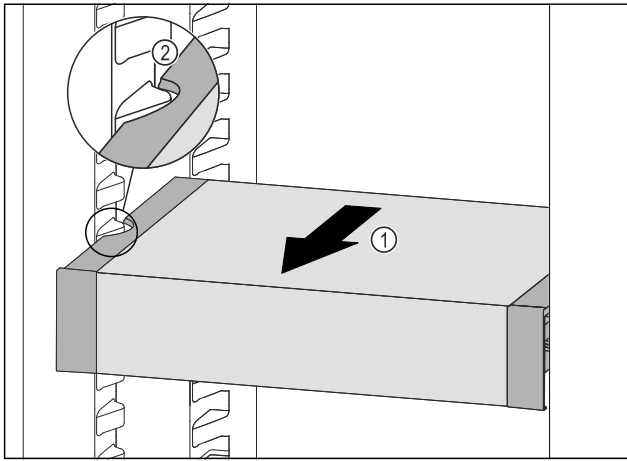

Fig. 131
- ▶ VarioSafe naar voren trekken Fig. 131 (1), tot de uitsparingen aan de zijkant van de VarioSafe zich ter hoogte van de rib in het koelgedeelte bevinden. Fig. 131 (2)